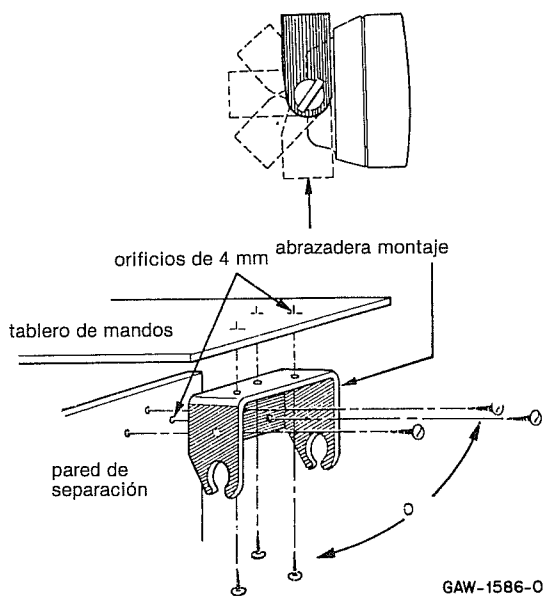

Figura 5
- (1) Sacar el altavoz del estribo de suspensión después de soltar los dos tornillos de suspensión.
- (2) Escoger un lugar adecuado para montar el altavoz.
- (3) Usar la abrazadera como plantilla de taladrar para marcar las tres perforaciones en el lugar previsto para la instalación.
- (4) Marcar con el punzón y hacer cuatro agujeros de 4 mm de diámetro.
- (5) Asegurar la abrazadera mediante los tornillos rosca que facilitamos (Figura 5).